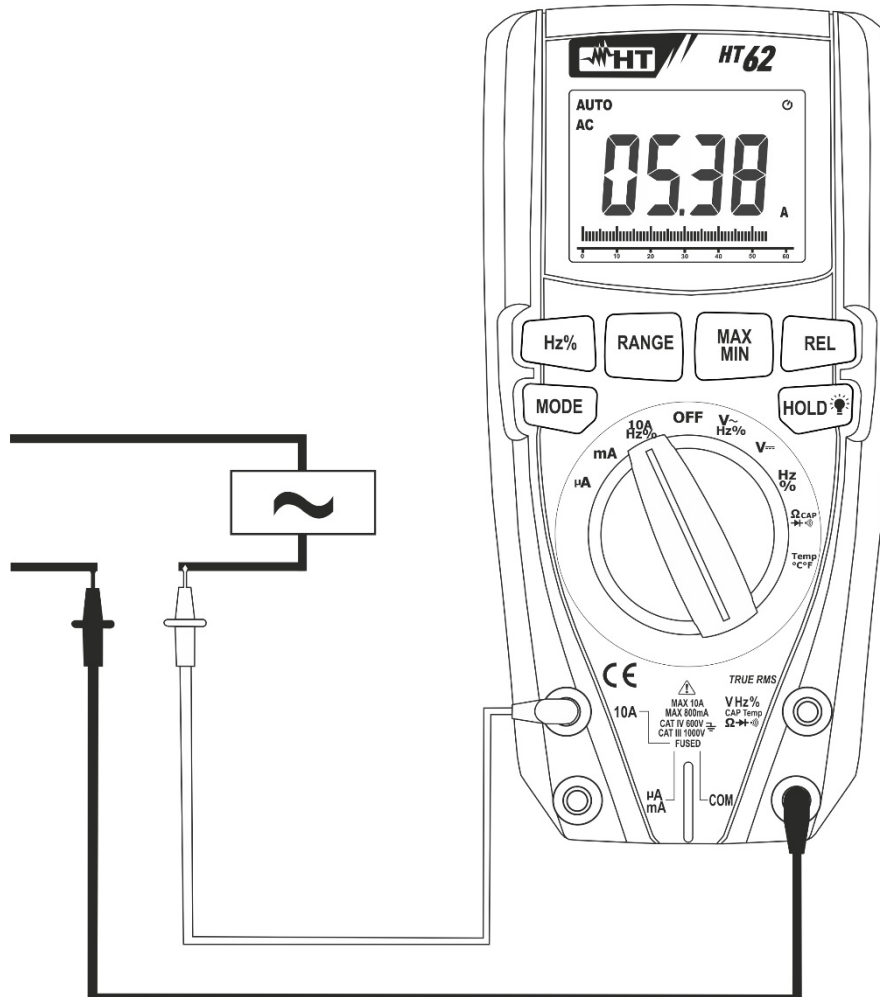

Abb. 10: Verwendung des Gerätes für Wechselstrommessung
5. Verbinden Sie die rote und die schwarze Messleitung in Reihe mit dem zu messenden Stromkreis, achten Sie dabei auf die Strompolarität und -richtung (siehe Fig. 10).